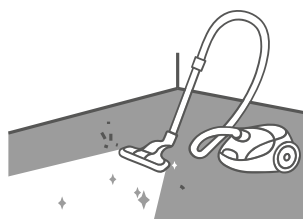

Рисунок 4
- 7.3 Основание должно быть чистым (обеспыленным с помощью пылесоса, очищенным от строительного мусора, песка, грязи, отвердителей для бетона, герметика, сухого раствора, краски, воска, смазки и других материалов, которые могут повлиять на целостность напольного покрытия) (см. Рисунок 4).